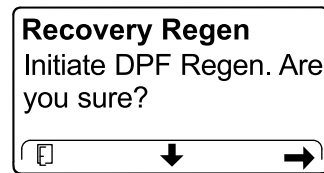

Figura 29
4. En la pantalla INITIATE DPF REGEN (Iniciar regeneración de DPF), pulse el botón derecho para continuar (Figura 29).